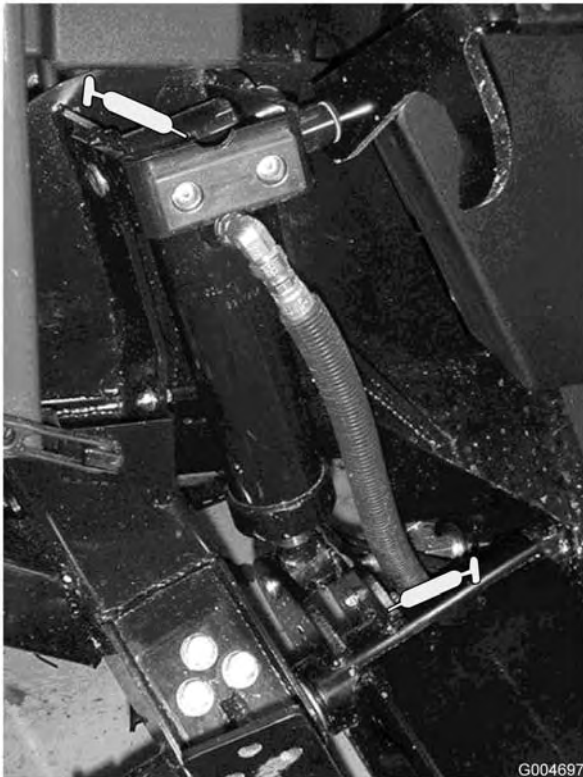

Bild 45
- Hubzylinderbüchsen (4) (Bild 45)